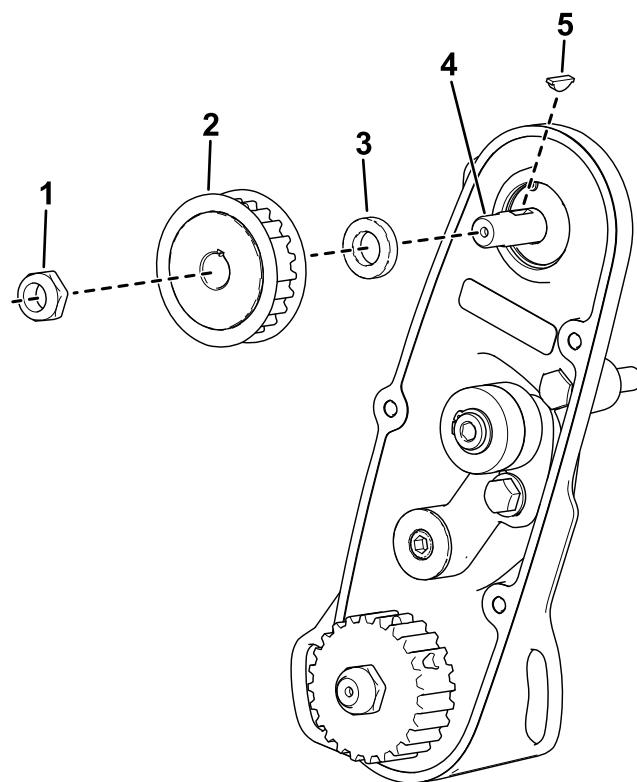

Figura 6
- Instale o espaçador (Figura 6).
- Instale a chave na ranhura do veio da transmissão (Figura 6).
- Instale a polia (Figura 6).
- Utilize a porca para prender o novo veio da transmissão do cilindro no conjunto (Figura 6).